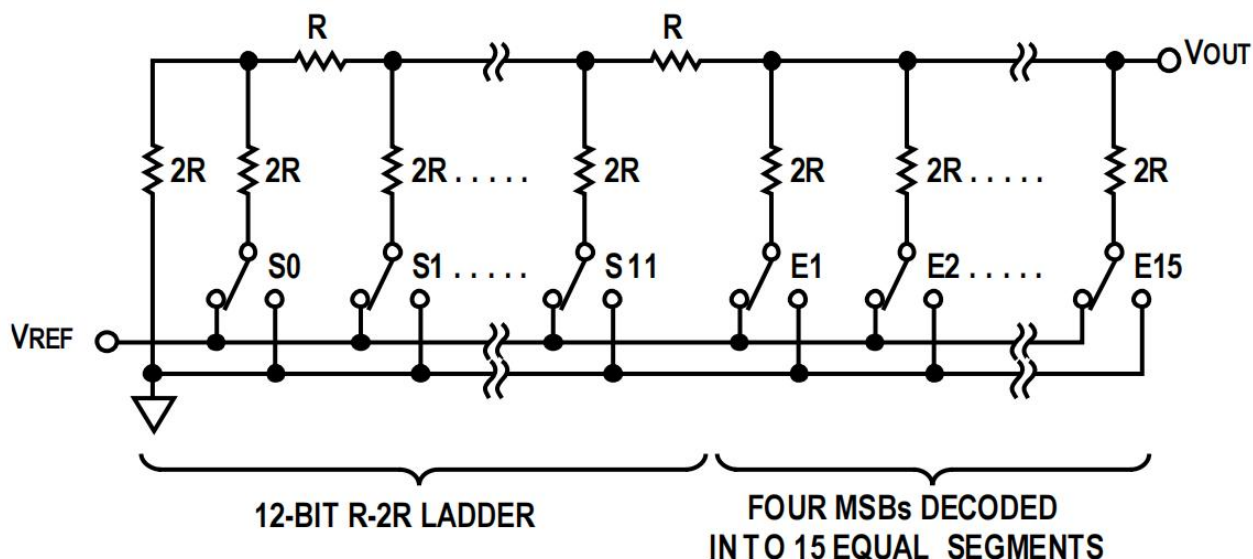

Figure 35. 16-bit DAC structure
**DAC** 架构由两个匹配的 **DAC** 部分组成。图 35 所示为简化的电路图。**DAC** 结构如下：